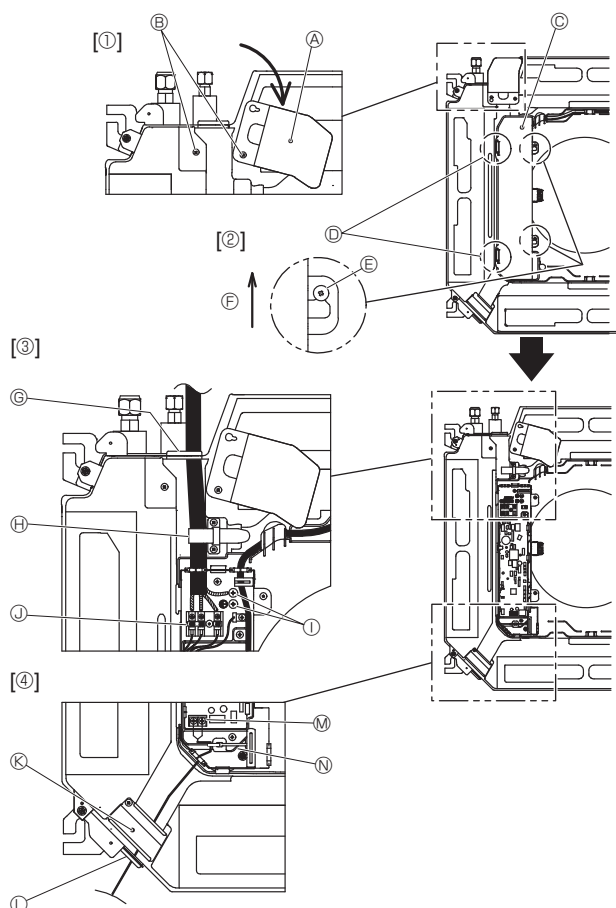

Fig. 6-1
6.1. Appareil intérieur (Fig. 6-1)
1. Desserrez les deux vis de fixation du panneau de service du câblage électrique et faites tourner le panneau. [Fig. 6-1 ①]
2. Desserrez les deux vis de fixation du couvercle du boîtier électrique et faites glisser le couvercle. [Fig. 6-1 ②]
3. Faites passer le câble d'alimentation, le câble de raccordement des appareils intérieur/extérieur et le fil de terre par les entrées de fils indiquées sur le diagramme. [Fig. 6-1 ③]
4. Faites passer le câble de télécommande via les entrées de fils indiquées sur le diagramme et raccordez-le. [Fig. 6-1 ④, Fig. 6-3]